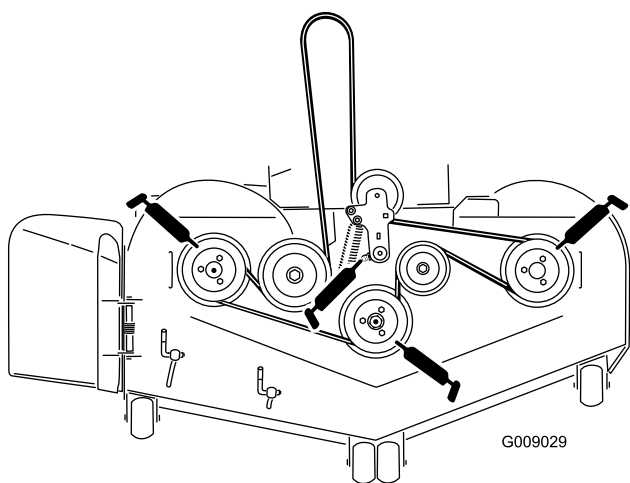

Figura 37
3. Engrase el pivote de la polea tensora de la plataforma del cortacésped hasta que salga grasa por el extremo inferior (Figura 37).
4. Engrase los puntos de engrase de los laterales de los 3 ejes hasta que salga grasa del extremo inferior (Figura 37).
5. Engrase el brazo tensor de la correa de transmisión (Figura 37).